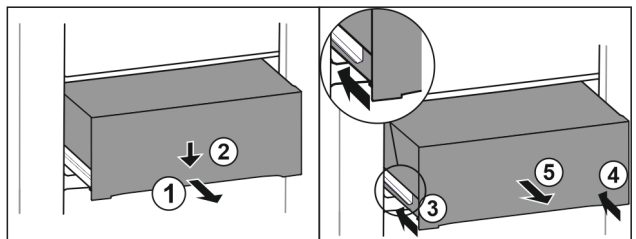

Fig. 72
- ▶ 将抽屉拉出一半。 Fig. 72 (1)
- ▶ 朝下按压正面的抽屉。 Fig. 72 (2)
- ▶ 将左侧轨道推入大约 2 cm。 Fig. 72 (3)
- ▶ 将右侧轨道推入大约 2 cm。 Fig. 72 (4)
- ▶ 朝前取出抽屉。 Fig. 72 (5)